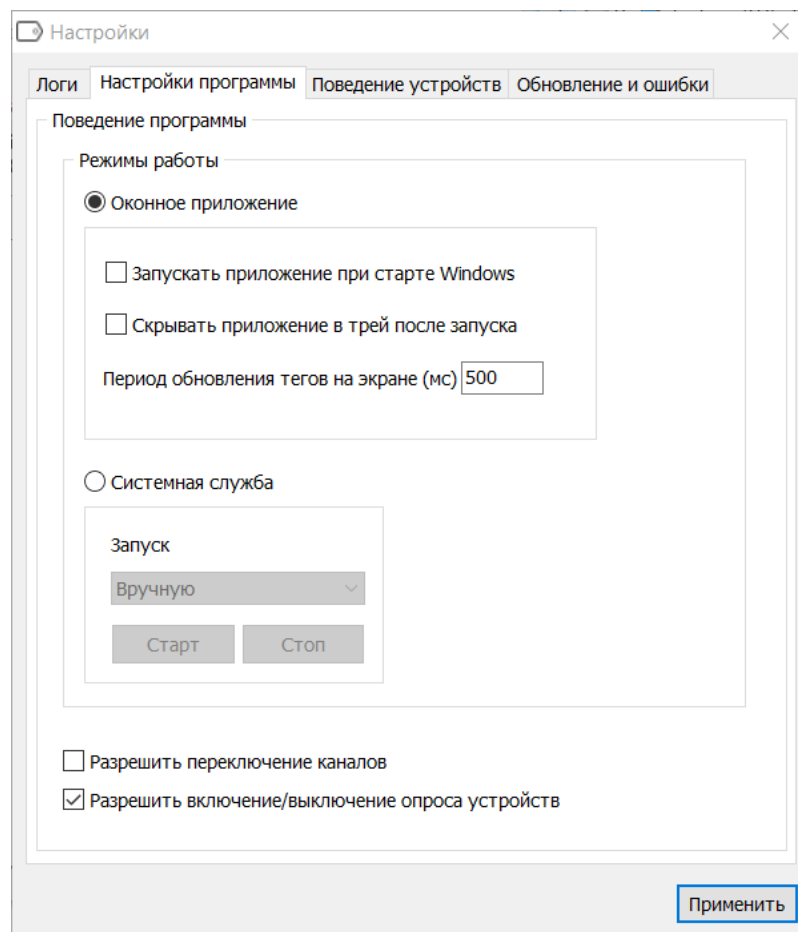

Рис. 29.2 Группа настроек «Поведение программы»
2. «Настройки программы», рис. 29.2.